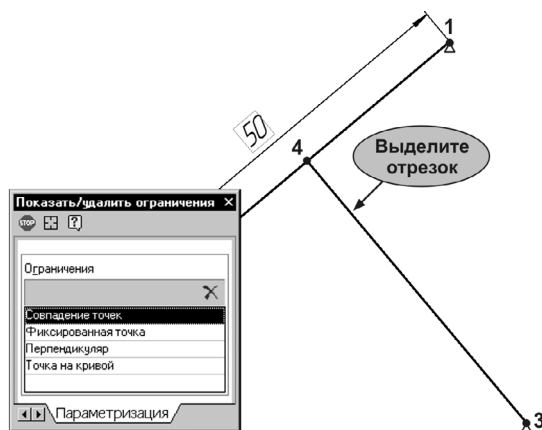

Рис. 59.53.
7. Выделите отрезок 3–4 и просмотрите его ограничения и связи (рис. 59.53).